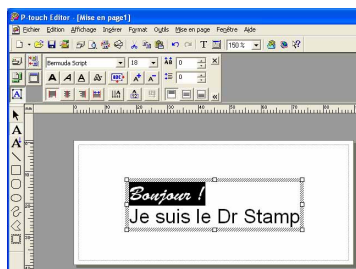

figure 4
- Le texte en surbrillance est modifié (voir la figure 4).